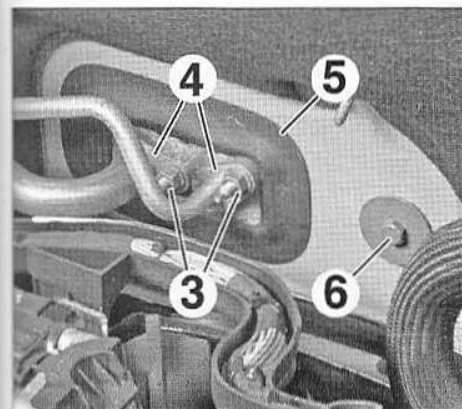

FIG.14
- Procéder à la vidange du circuit de climatisation, à l'aide de l'outil (1).
- Déposer (Fig.14) :
- les écrous (3) et désaccoupler les brides de canalisations (4),
- le joint (5),
- la vis (6).